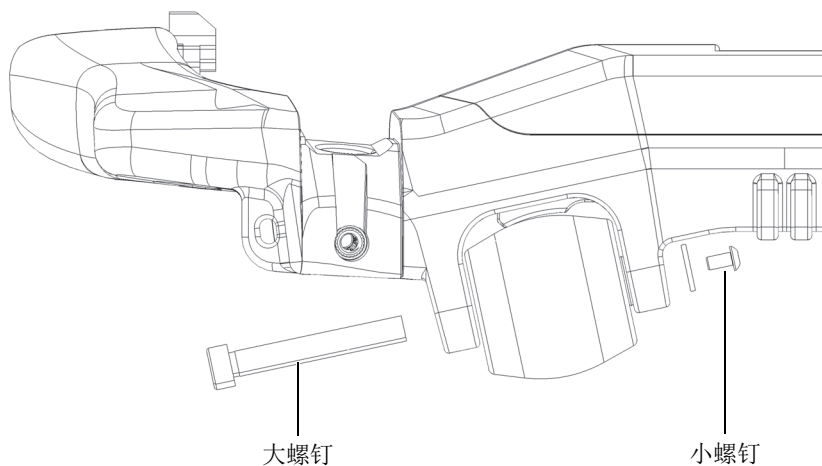

图 5-1 将螺钉拆下
1. 使用六角键拆下小螺钉，同时用另一个六角键按住大的螺钉（参见第72页的图 5-1）。